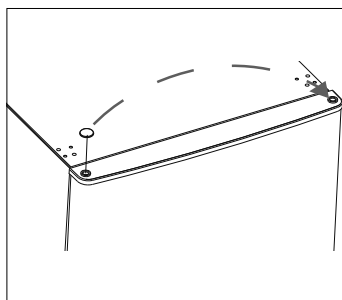

Fig. 6
- ▶ Retire el tapón ciego para la espiga de la bisagra del lado izquierdo de la puerta del congelador y colóquelo en el orificio del lado derecho (véase la **fig. 6**).
- ▶ A continuación, levante la puerta del congelador (2) para extraerla y deposite la puerta del congelador (2) sobre una superficie blanda para protegerla de arañazos.